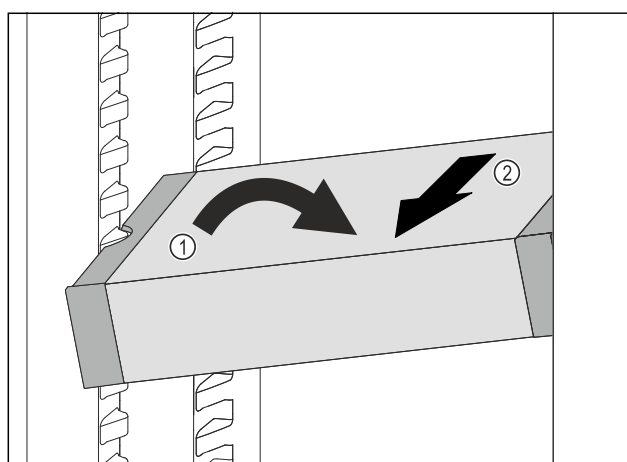

Fig. 208
- Impostare il vano frigorifero di VarioSafe ad angolo. Fig. 208 (1)
- Rimuovere VarioSafe tirando in avanti. Fig. 208 (2)